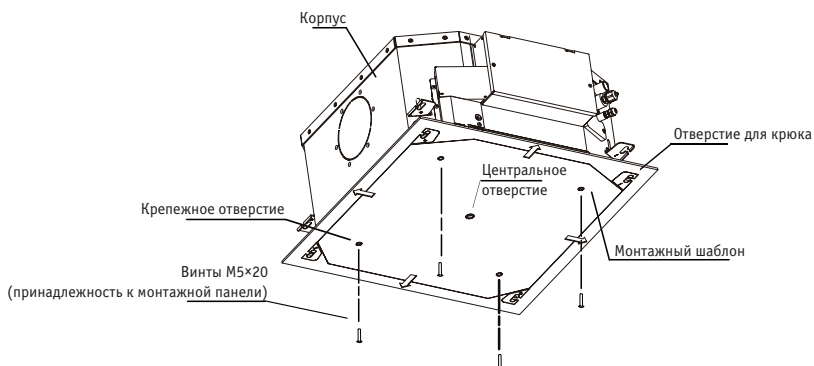

Рис. 5.8
2. После подъема и установки блока винтами M5×20 (прилагаемый к монтажной панели) прикрепите монтажную панель (принадлежность 2) к корпусу блока. Перед этим проверьте размер и расположение отверстия в потолке и отверстия доступа для технического обслуживания. См. рисунок 5.8.